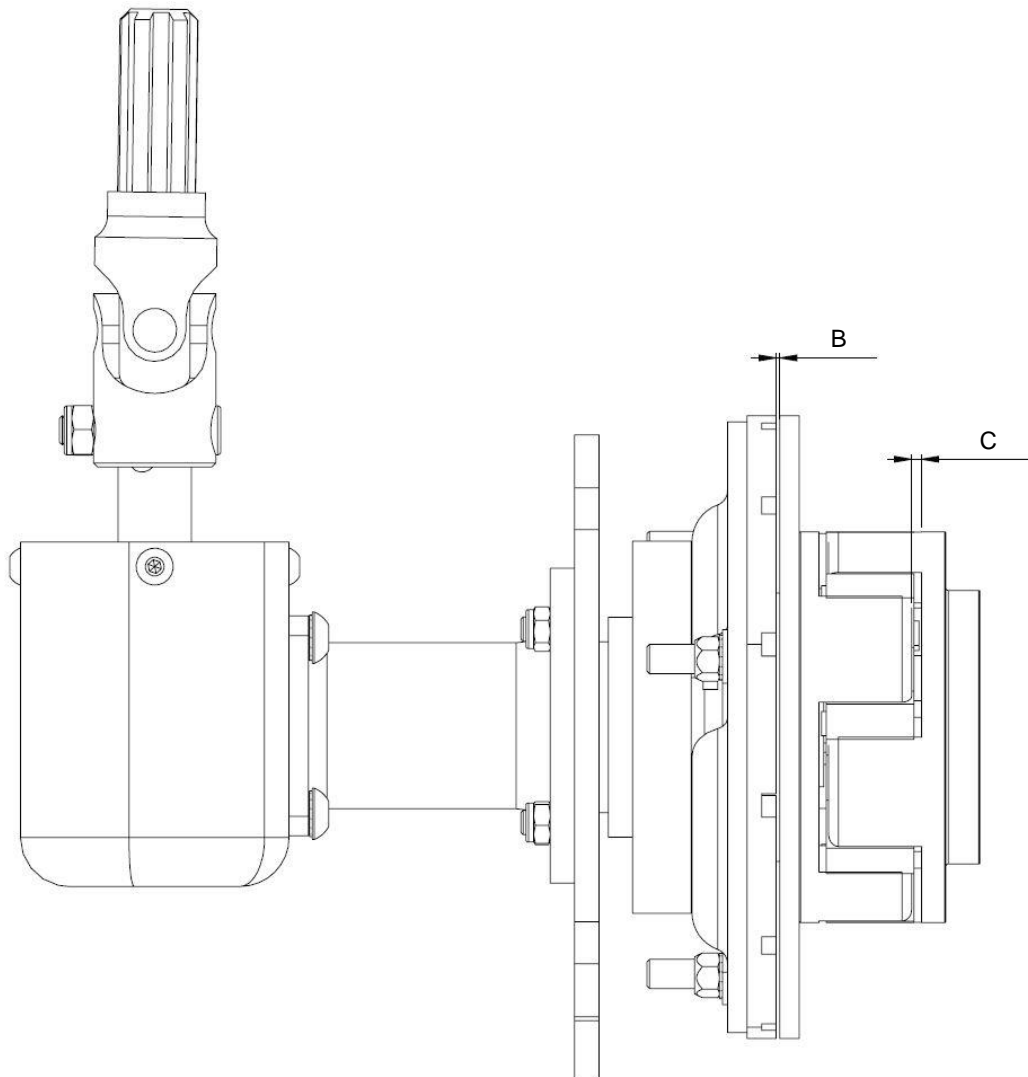

Abb. 1 – Pneumatik Kupplung III
- 1 Spaltmaß (Abb.1 / B) mit Fühlerblattlehre messen. Spaltmaß zwischen Bremsbelag und Reibscheibe muss 1.0 – 1.5 mm betragen.
- 2 Spaltmaß (Abb.1 / C) mit Fühlerblattlehre messen. Spaltmaß zwischen Mitnehmer Kurbelwelle vorne (Kupplungsseite) und Mitnehmer Kurbelwelle hinten (Motorseite) muss zwischen 1.0 – 1.5 mm betragen.